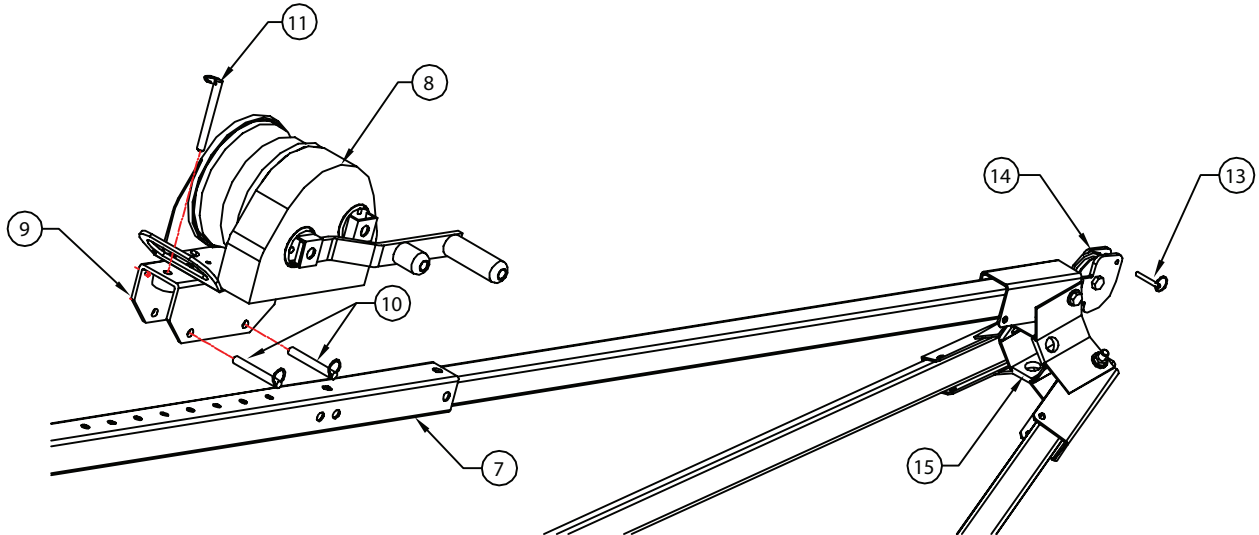

FIG. 4c
2. Remova os três pinos de bloqueio do suporte do guincho [10,11] e instale o suporte do guincho [9] sobre a perna do tripé [7]. (consulte a Fig. 4c)